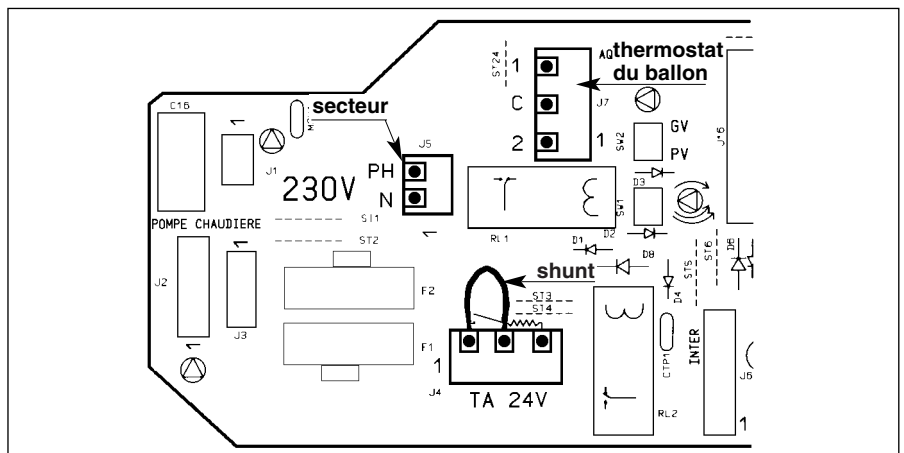

Fig. 15
- Retirer le shunt placé d'usine (fig.15)